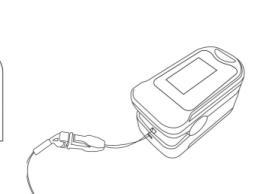

Figura 4 Montagem no cordão de suspensão
Passo 1. Enfeie a ponta do cordão através do orifício conforme mostrado na Figura 4.